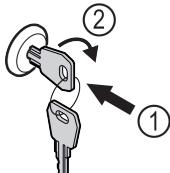

Fig. 126
- Вставьте ключ Fig. 126 (1).
- Поверните ключ на 90° по часовой стрелке Fig. 126 (2).